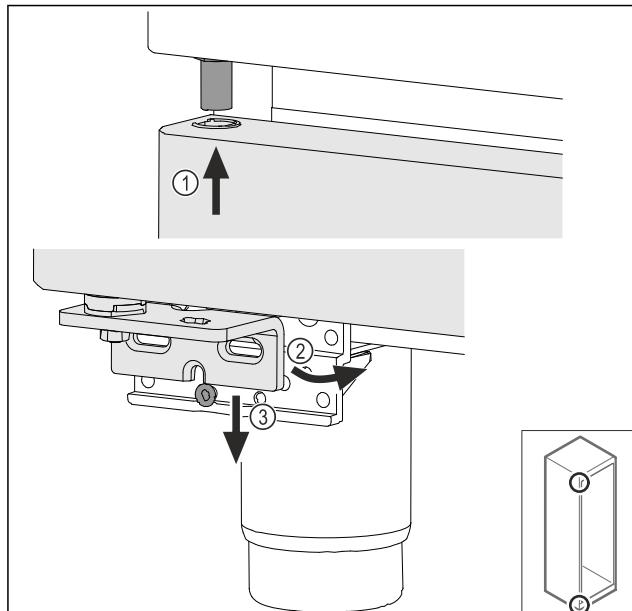

Fig. 39
- Rahlo nagnjena vrata vstavite zgoraj Fig. 39 (1), poravnajte vrata Fig. 39 (2) in jih spodaj postavite na vijak ležajnega podstavka Fig. 39 (3).